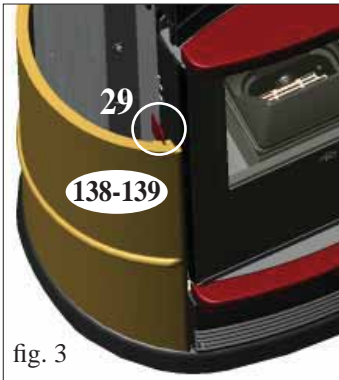

fig. 3
- Desatornillar con la llave Allen suministrada los tornillos de tope de la rejilla inferior en fundición (4) y extraerla.
- Posicionar la parte frontal (62) y fijarla con los 2 tornillos M6x12 (utilizando llave Allen) como se indica en la figura "X" (fig. 3).